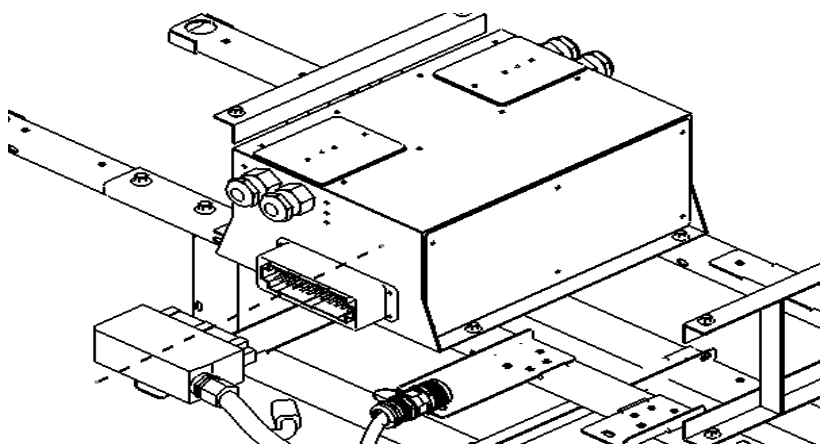

图8-5 维修步骤1
- 1、在上述维修须知及注意事项确保以后，首先断开图8-5中高压线束插接件。4根高压电缆的拆解请参照高压电缆维修分册。